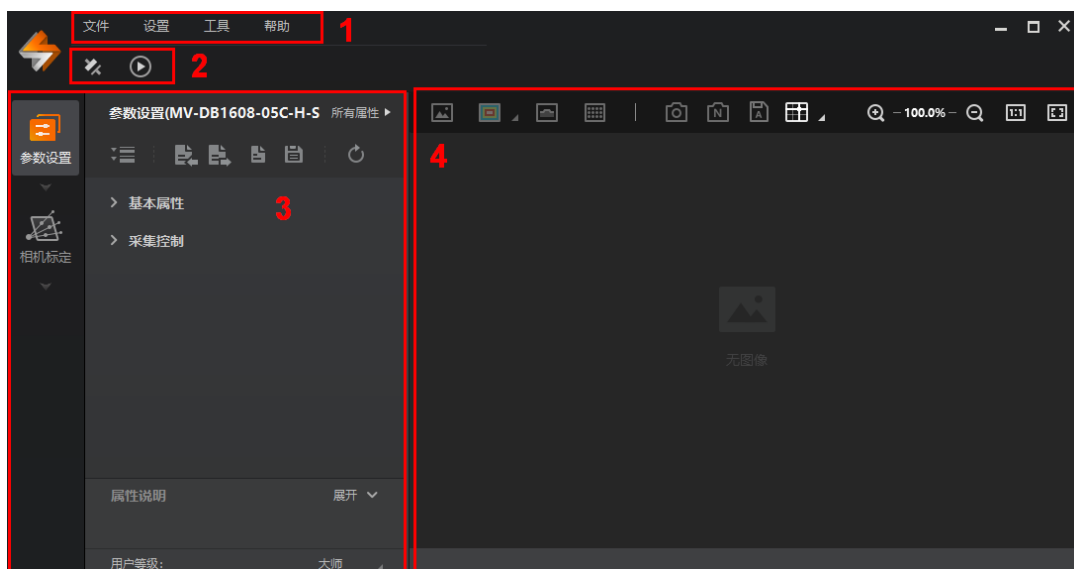

图2-9 客户端主界面
4. 单击设备右侧的或双击设备即可连接设备。此时客户端主界面如图 2-9 所示。
若需要设置其他参数，可单击右上角的“所有属性”进入属性树，如图 2-9 所示。属性树具体介绍请见表 2-2。